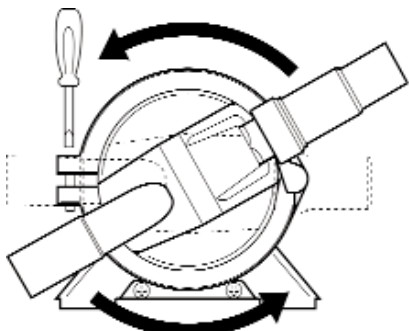

Fig 4. Installazione della Gulper®
- Fig 4 Installazione della Gulper
NOTA: La testa della pompa può essere ruotata per adattarsi ai raccordi del tubo. Allentare la vite, regolare e assicurarsi che il diaframma rimanga in posizione. Rimettere la testa nella posizione richiesta (fig 4) e stringere la vite